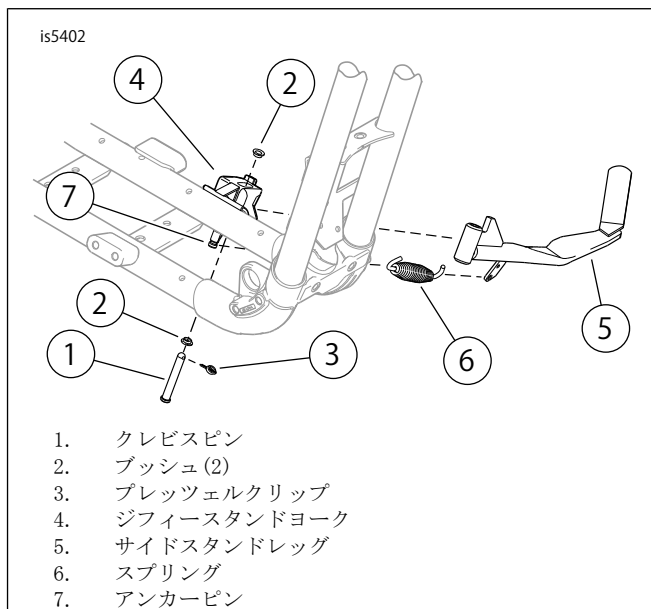

図2. サイドスタンド
2. 「図2」を参照してください。サイドスタンドの脚を上げ、プレツェルクリップ(3)を外します。